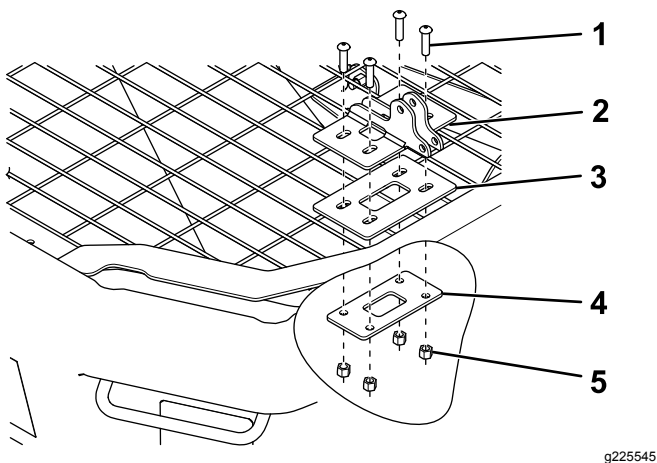

Bild 16
- Verwenden Sie für den Streuer VBX 8000 vier Schrauben ( $\frac{3}{8}$ " x 1 $\frac{1}{2}$ " ), eine Distanzplatte, eine Klemmplatte und 4 Muttern (Bild 16).
- Verwenden Sie für den Streuer VBX 8000 vier Schrauben ( $\frac{3}{8}$ " x  $1\frac{1}{2}$ " ), eine Distanzplatte, eine Klemmplatte und 4 Muttern (Bild 16).